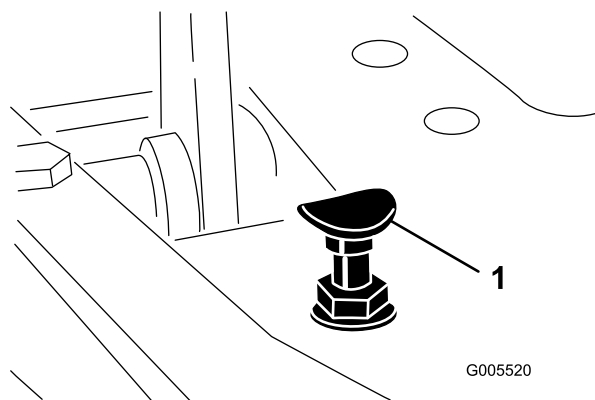

Figura 42
Pentru a obține viteza maximă de transport, deplasați maneta de control al funcționării în poziția TRANSPORT și apăsați pedala de traciune. Dacă pedala intră în contact cu opritorul (Figura 42) înainte de a simți tensionare în cablu, efectuați următoarea procedură de reglare:
- Deplasați maneta de control al funcționării în poziția TRANSPORT și slăbiți contrapiulia care fixează opritorul pedalei la placa de podea (Figura 42).